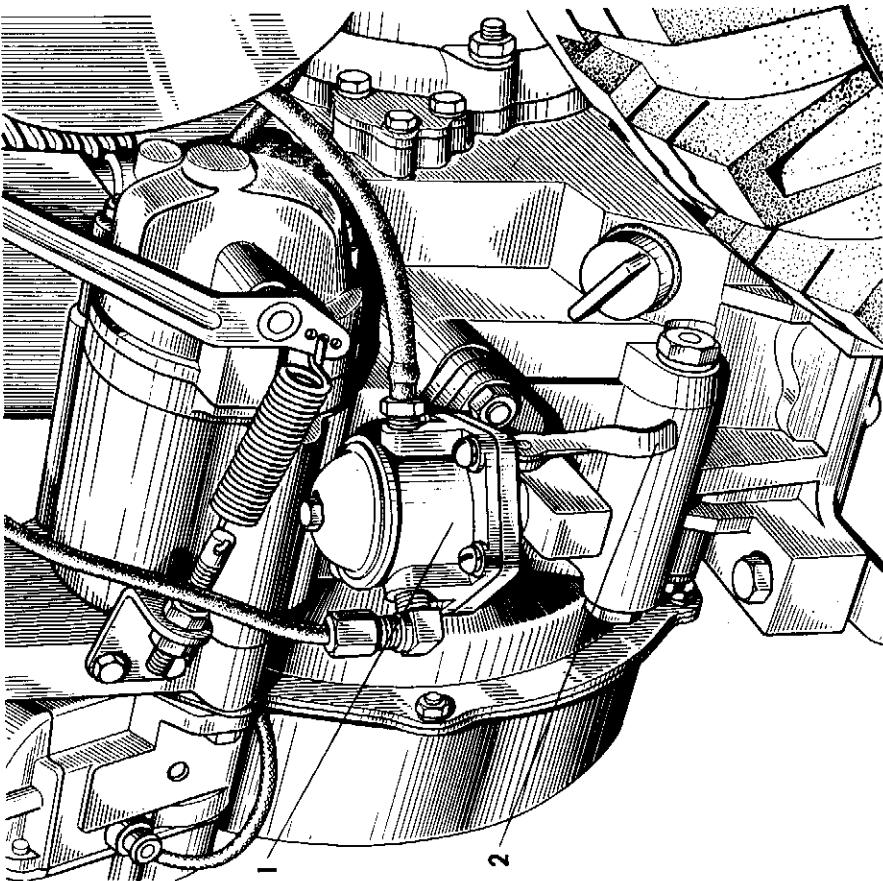
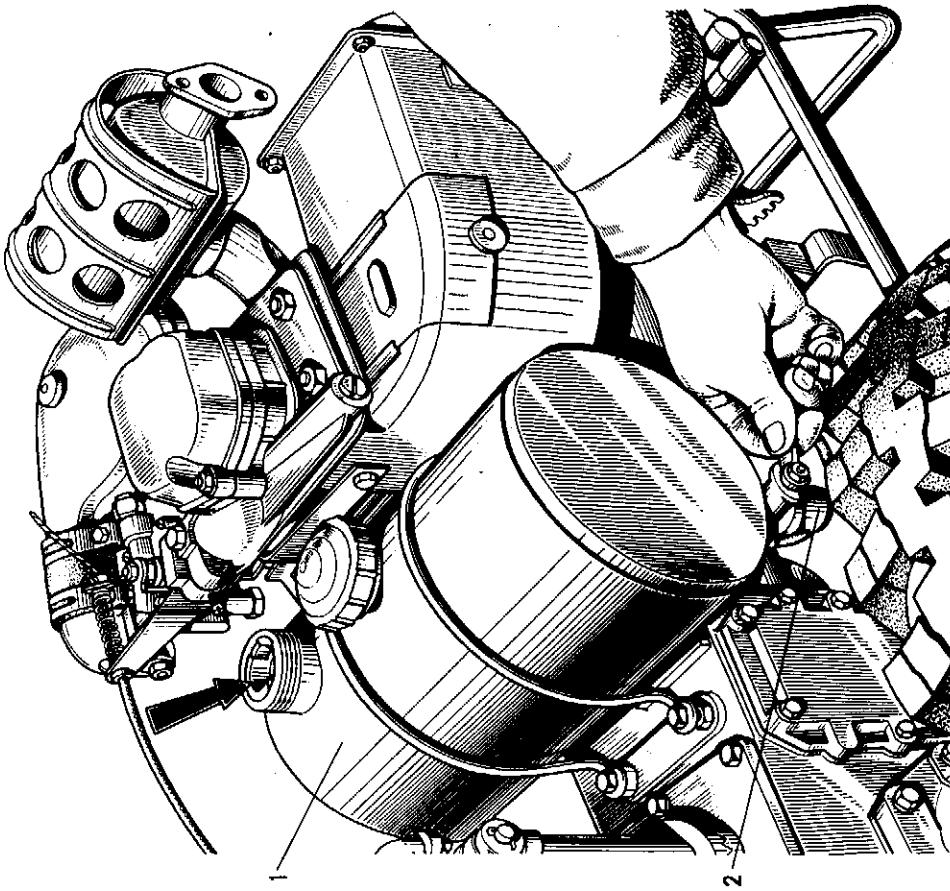
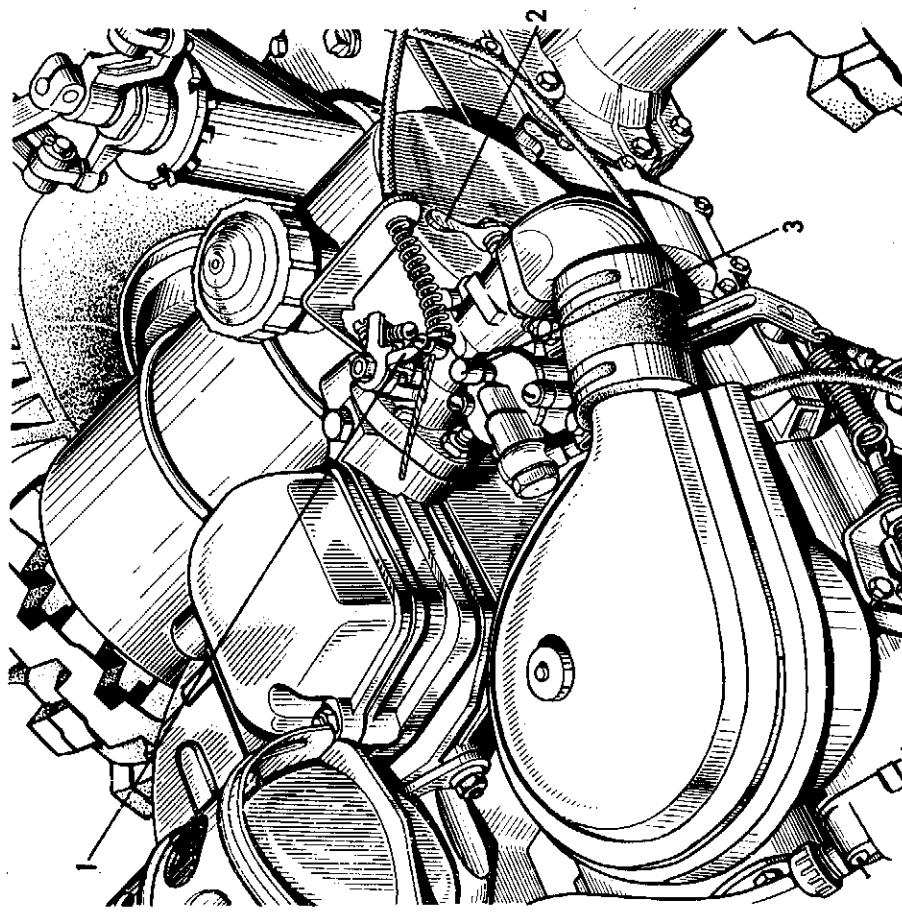

Рис. 15. Топливный насос двигателя:
Рис. 14. Топливный бак мотоблока:
Рис. 16. Управление двигателем мотоблока:
6.2.2. Откройте кранник 2 топливного бака 1 (рис. 14), подкачайте топливо рычагом 2 (рис. 15) ручной подкачки, нажмите кнопку утопителя 3 (рис. 16) поплавковой камеры карбюратора до момента вытекания бензина из-под колпачка утопителя.